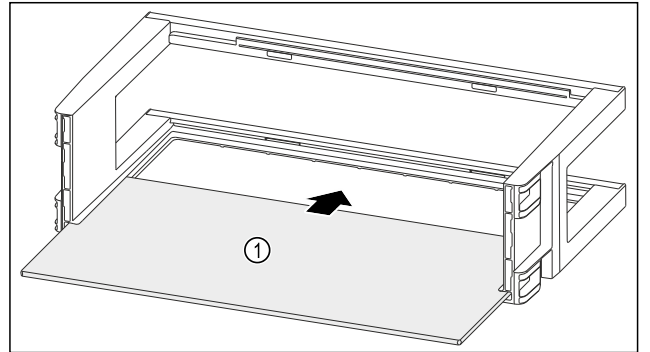

Fig. 117
- Raf alanını Fig. 117 (1) yandaki girintinin içine itin.